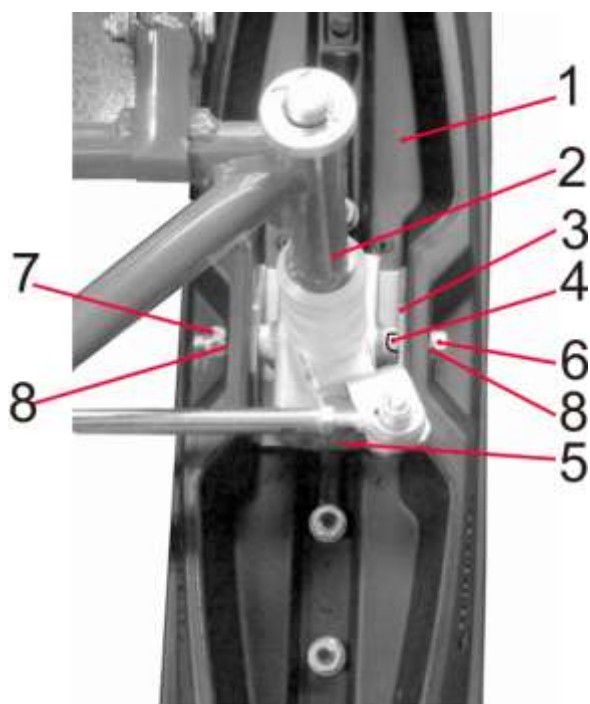

Рис. 6. Установка лыж
11.6. Установка лыж (см. рис. 6).